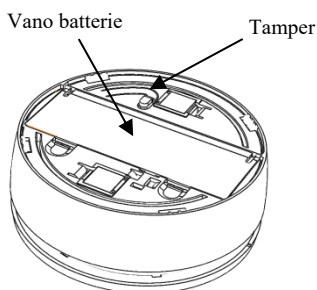

Figura 7
3. Trasmettere un messaggio di indirizzo (WRITE) premendo il tamper del rivelatore (*vedere Figura 7*) per almeno 3 secondi (o montare il rivelatore sulla sua staffa di fissaggio) finché il ricevitore del sistema indica che il messaggio da parte del rivelatore è stato ricevuto.